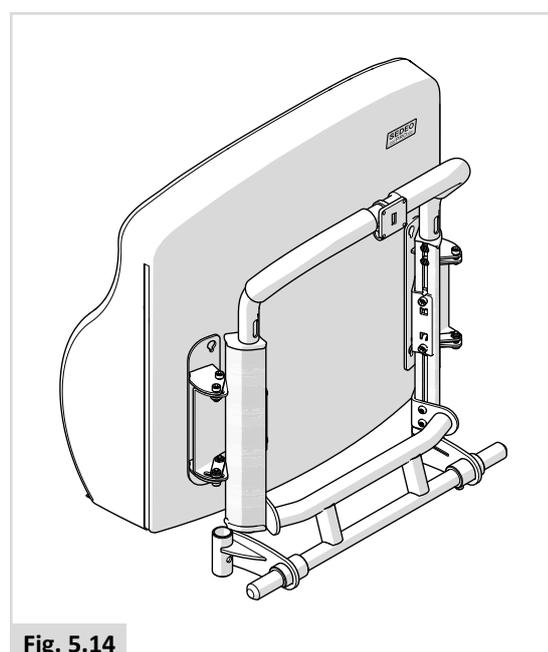

Fig. 5.14
- Sedeo Pro Back Cushion Flexível (Fig. 5.14)